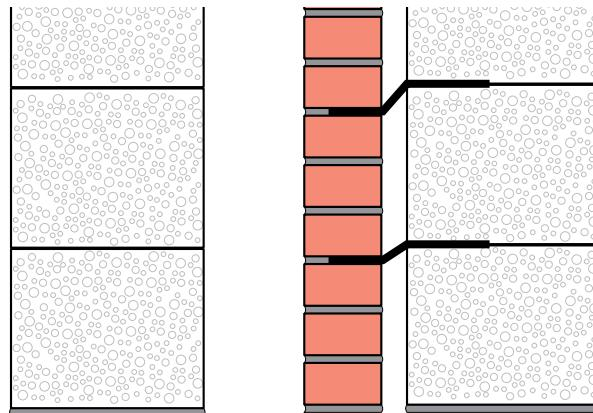

Рис. 4.3. Схемы стен из блоков AEROC
1. Наружные стены могут выполняться однослойными, двухслойными с внутренним слоем из блоков AEROC и многослойными, в том числе с утеплителем в толще стены (рис. 4.3).